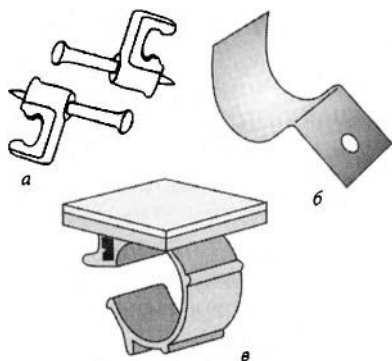

Рис. 2.14. Изделия для крепления проводки:
**Электроустановочная скоба** — это пластиковая скоба, размер которой подбирается в зависимости от сечения кабеля (рис. 2.14, *а*). Идет в комплекте с металлическим гвоздем или шурупом. Она прекрасно подходит для крепления кабеля на перегородках из дерева, мягкого кирпича, штукатурки или пластика. Кроме того, электроустановочные скобы бывают металлическими (рис. 2.14, *б*). Ими крепят кабели на любые перекрытия с помощью дюбель-гвоздей, плотницких гвоздей или шурупов.
**Самоклеящиеся площадки** — очень интересный вид крепежа. Применяется в тех случаях, когда кабель необходимо провести по декоративной поверхности (например, по мебели). Слой защитной бумаги с подошвы площадки снимается, и площадка клеится на поверхность (которая должна быть гладкой, обезжиренной и очищенной от пыли). Кабель прикрепляется к площадке при помощи хому-та или специального зажима (рис. 2.14, *в*).